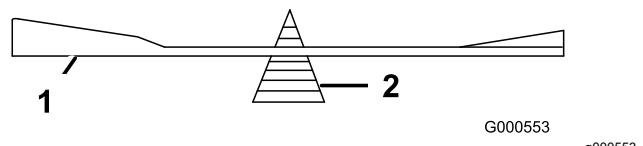

Figure 78
2. Vérifiez l'équilibre de la lame en la plaçant sur un équilibrEUR (Figure 78).